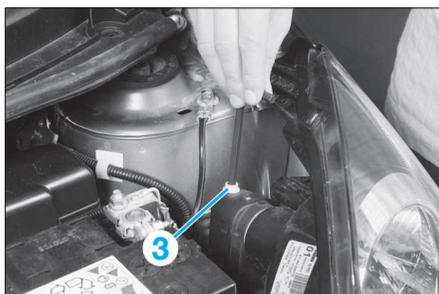

FIG. 9
- Procéder aux réglages des optiques en agissant sur la vis (3) (Fig.9).